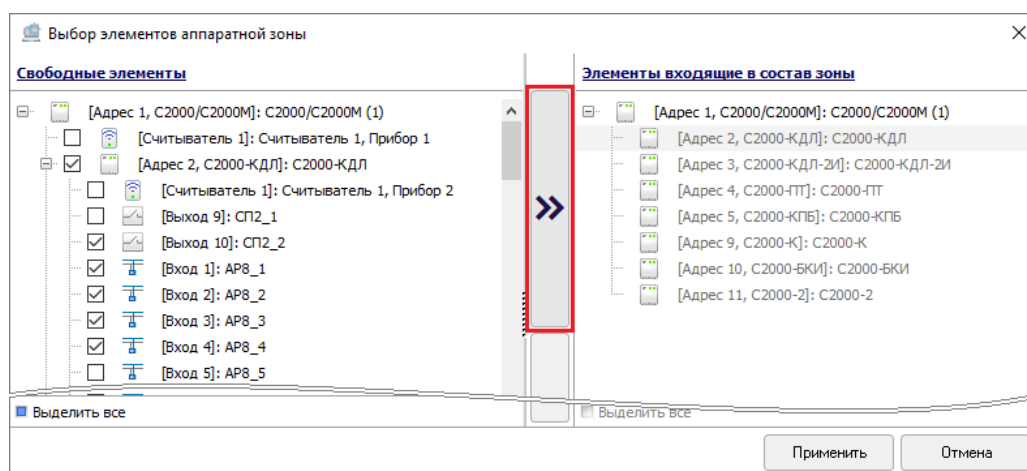

Рисунок 6-313 Добавление элементов и приборов в состав аппаратной зоны кнопкой переноса
- в поле «Свободные элементы» установите флаг в чекбоксах слева от тех элементов и приборов, которые необходимо выбрать как элементы, входящие в состав аппаратной зоны, и нажмите кнопку переноса  (см. Рисунок 6-313);